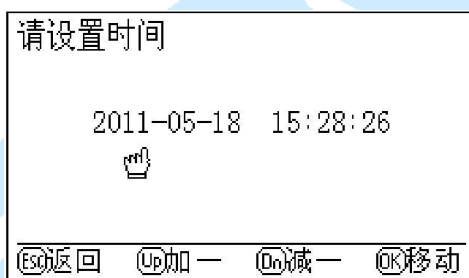

图 18
7. 在图 2 所示的界面下，若选择时间设置操作，将出现时间设置界面，如图 18，此时可对系统时间进行修正。